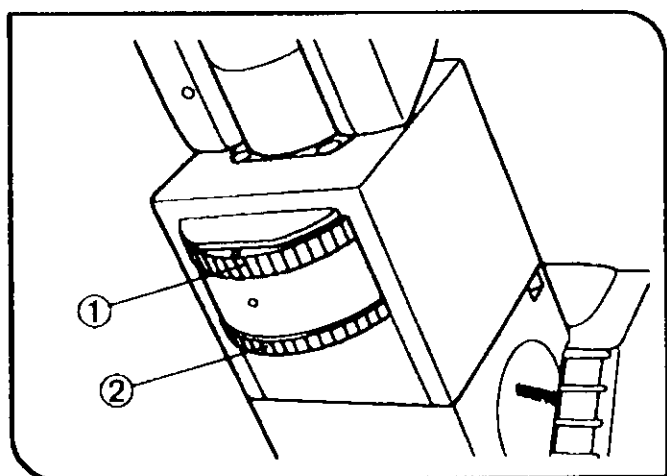

图 57
1. 将相衬滑板 (1) 安装到照明柱上，使滑板带指示文字的表面上，并且使指钩位置位于右边。
2. 相衬观察时，一定要把孔径光阑 (2) 拨到打开位置 (O 位置)。
### (4) 对中相衬环 (图 57 到 59)
- ① IX2-SLPH2 光学元件不需要对中。
- ② 进行下列操作前，请打开孔径光阑。如果关小孔径光阑会看到眩光。
2. 使用 U-BI90CT 双目观察筒时，将 CT 选择环 (1) 的位置拨到“CT”。如果使用其它观察筒，请卸下目镜，在目镜位置上装一个 U-CT30 对中望远镜。(图 57)
4. 转动聚焦环 (2) (使用 U-CT30 时，转动带螺纹的突起部分)，对环板 (3) 和物镜相板 (4) 聚焦。(图 57 和 58)
5. 使用光学元件对中旋钮 (6)，转动相衬滑板的两个对中螺丝 (5)，使环板图象与物镜相板重合。
- ③ 可能会看到环板图象的多个重影。在这种情况下，将最亮的环板图象与物镜相板重合。
- ④ 如果移动厚样品时，环板图象可能会偏离相板，反差也会变差。在这种情况下，重复进行 1 到 5 步，重新调节对中。
- ⑤ 如果培养皿并不完全平坦，为了获得最佳反差，就有必要再次调节对中。